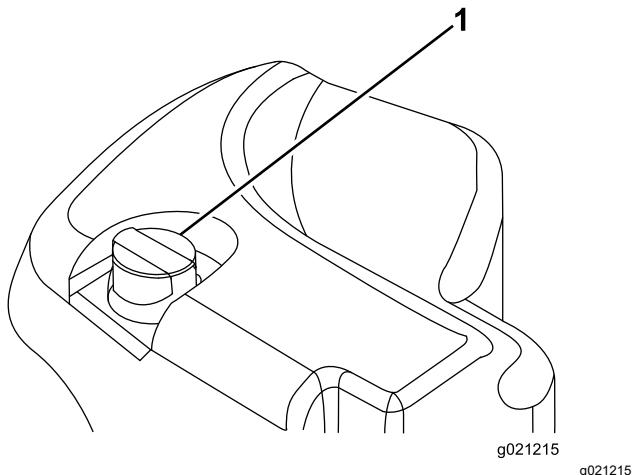

Рисунок 72
2. Очистите зону вокруг заливной горловины и крышки гидравлического бака (Рисунок 72).